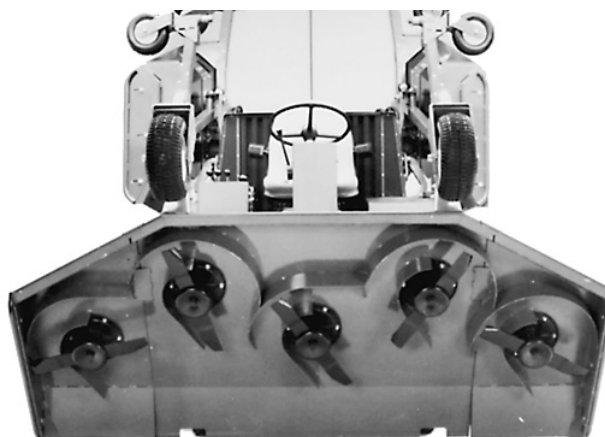
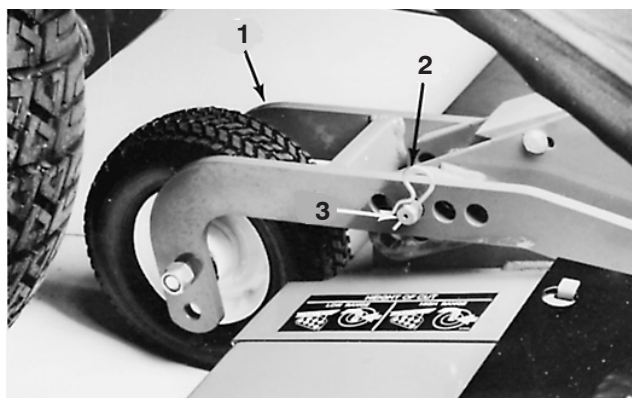

Figure 59
Figure 60
Remarque : Bien que cela ne soit pas nécessaire pour l'entretien courant, il est possible de faire pivoter (incliner) le plateau de coupe avant pour le redresser complètement (Fig. 59). Pour ce faire :
3. Retirez les goupilles fendues et les axes de chape des (2) ensembles pivotants arrière (Fig. 60). Mettez l'axe de chape gauche de côté et insérez l'axe de chape droit dans les trous à l'extrémité avant du bras de roue pivotante, à droite de l'unité (Fig. 59). Le bras pivotant et la goupille doivent être appuyés contre le haut de l'unité.
6. Faites-vous aider par au moins une autre personne pour incliner le plateau de coupe. Soulevez le plateau à la position verticale en le tenant par l'avant (Fig. 59).